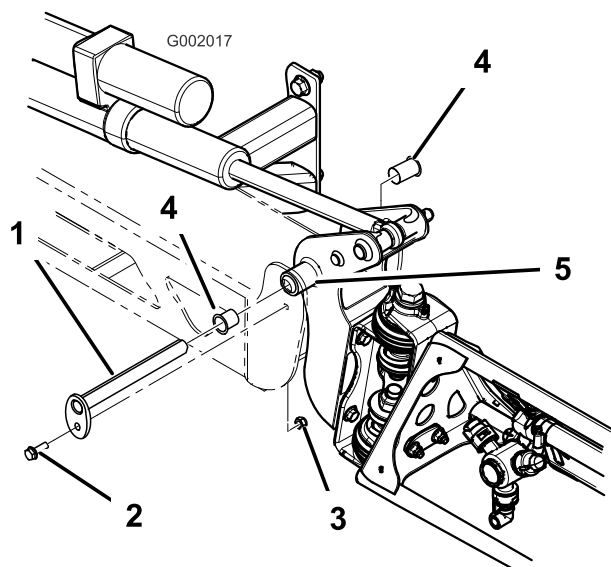

Figure 71
3. Lorsque le poids de la rampe est supporté, retirez le boulon et l'écrou de fixation de l'axe de pivot à l'ensemble rampe (Figure 71). Retirez l'axe de pivot.
5. Déposez et examinez les bagues en nylon à l'avant et à l'arrière du support de pivot (Figure 71). Remplacez les bagues défectueuses.
7. Montez l'ensemble rampe et support de pivot dans le bâti central en alignant les ouvertures (Figure 71).